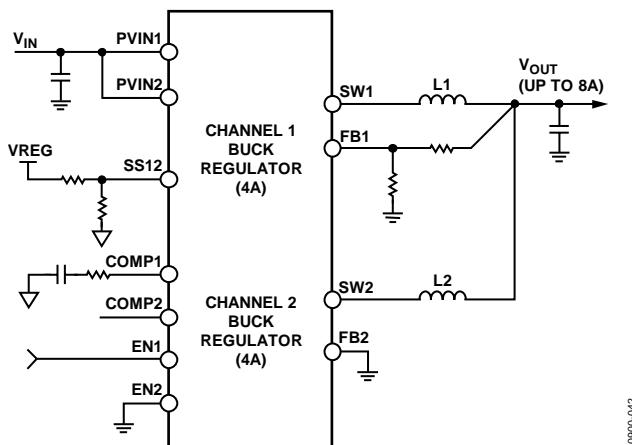

図 44. チャンネル 1 とチャンネル 2 とを使った並列動作
ADP5052 は、チャンネル 1 とチャンネル 2 とを 2 フェーズで並列動作させ、最大 8A の電流が供給できる単一電源にすることができます。チャンネル 1 とチャンネル 2 とを並列動作させ、単一電源として構成するには、次の手順を行って下さい (図 44 参照) :
- 図 44 に示してあるように、SS12 ピンを使って並列動作可能な設定にします。